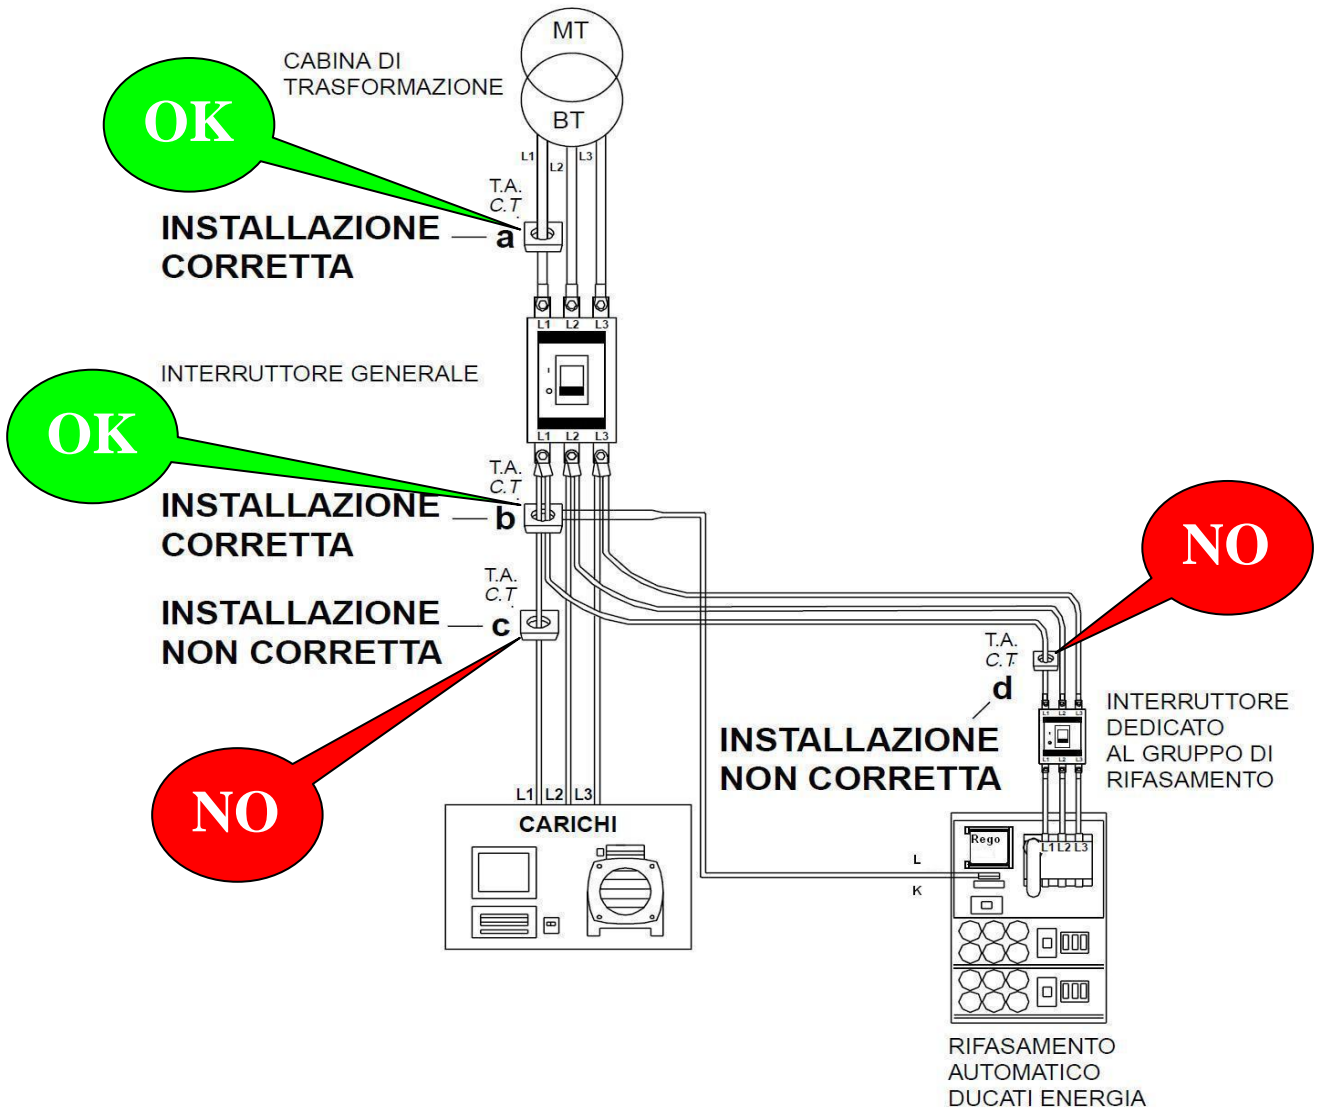

Figura 2 – Esempi di collegamento del TA
**ATTENZIONE:** Prima di procedere con i passi sotto descritti **verificare** di aver installato il **TA** come mostrato in Figura 2. Assicurarsi inoltre che il carico inserito resti stabile fintanto che il led "Status" è di colore arancione.
14	<p>TA in posizione non corretta TA:</p> <p>Led "Status" fisso Rosso e Led "Step1..Step5" lampeggiano come indicato per n. errore = 14 in Tabella 4</p> <p>Si ha questo errore quando l'inserzione del TA è stata effettuata in modo non corretto (per esempio è stato inserito come in posizione "c" o "d" della Figura 2)</p> <p>Occorre spegnere l'armadio, controllare il collegamento, rimuovere la causa dell'errore e riaccendere il sistema.</p>